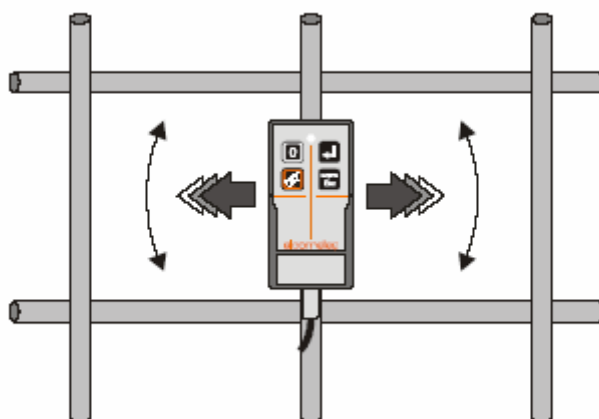

図12:鉄筋の向きの特定
2. サーチヘッドを鉄筋の上にあてがう。サーチヘッドを左右に移動して、信号が最も強くなる位置まで時計回り、または、反時計回りに回転させます(図12)。信号が最も強くなった時、サーチヘッドは、鉄筋に平行の位置にあります。